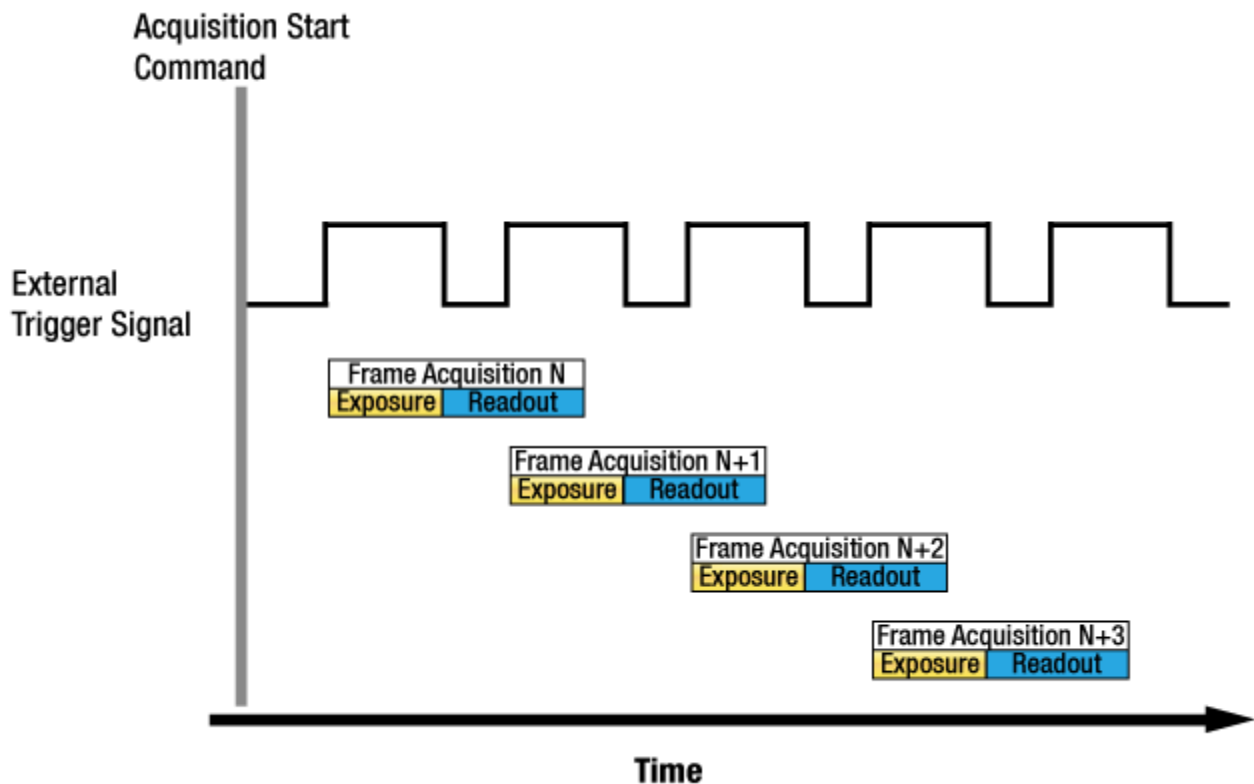

Figure 8.6 Overlapped Exposure and Readout
**Trigger Mode** 파라미터를 **On** 으로 설정하면 카메라는 이전 영상에 대한 센서 데이터를 readout 하는 동안 새로운 영상에 대한 노출을 시작합니다. Figure 8.6 에서는 **Trigger Source** 파라미터를 **LineIn0** 으로, **Exposure Mode** 파라미터는 **Trigger Width** 로 설정한 경우를 나타냅니다.